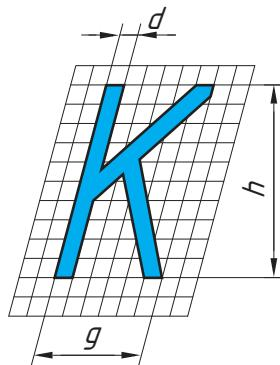

Рис. 26. Параметры чертежного шрифта
- ◆ *Размер шрифта* определяется высотой (h) прописных (заглавных) букв в миллиметрах по вертикали (рис. 26). Надписи на чертежах выполняют шрифтами следующих размеров: 2,5; 3,5; 5; 7; 10; 14; 20; 28; 40 мм.